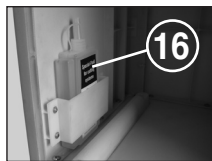

Рис. 6
- Высушите приемный контейнер (14), выньте верхнюю ванночку (16, рис. 6) из держателя на нижнем контейнере и снова вставьте контейнер.
- Распределите немного масла на листе бумаги и введите его в приемную шахту (12).